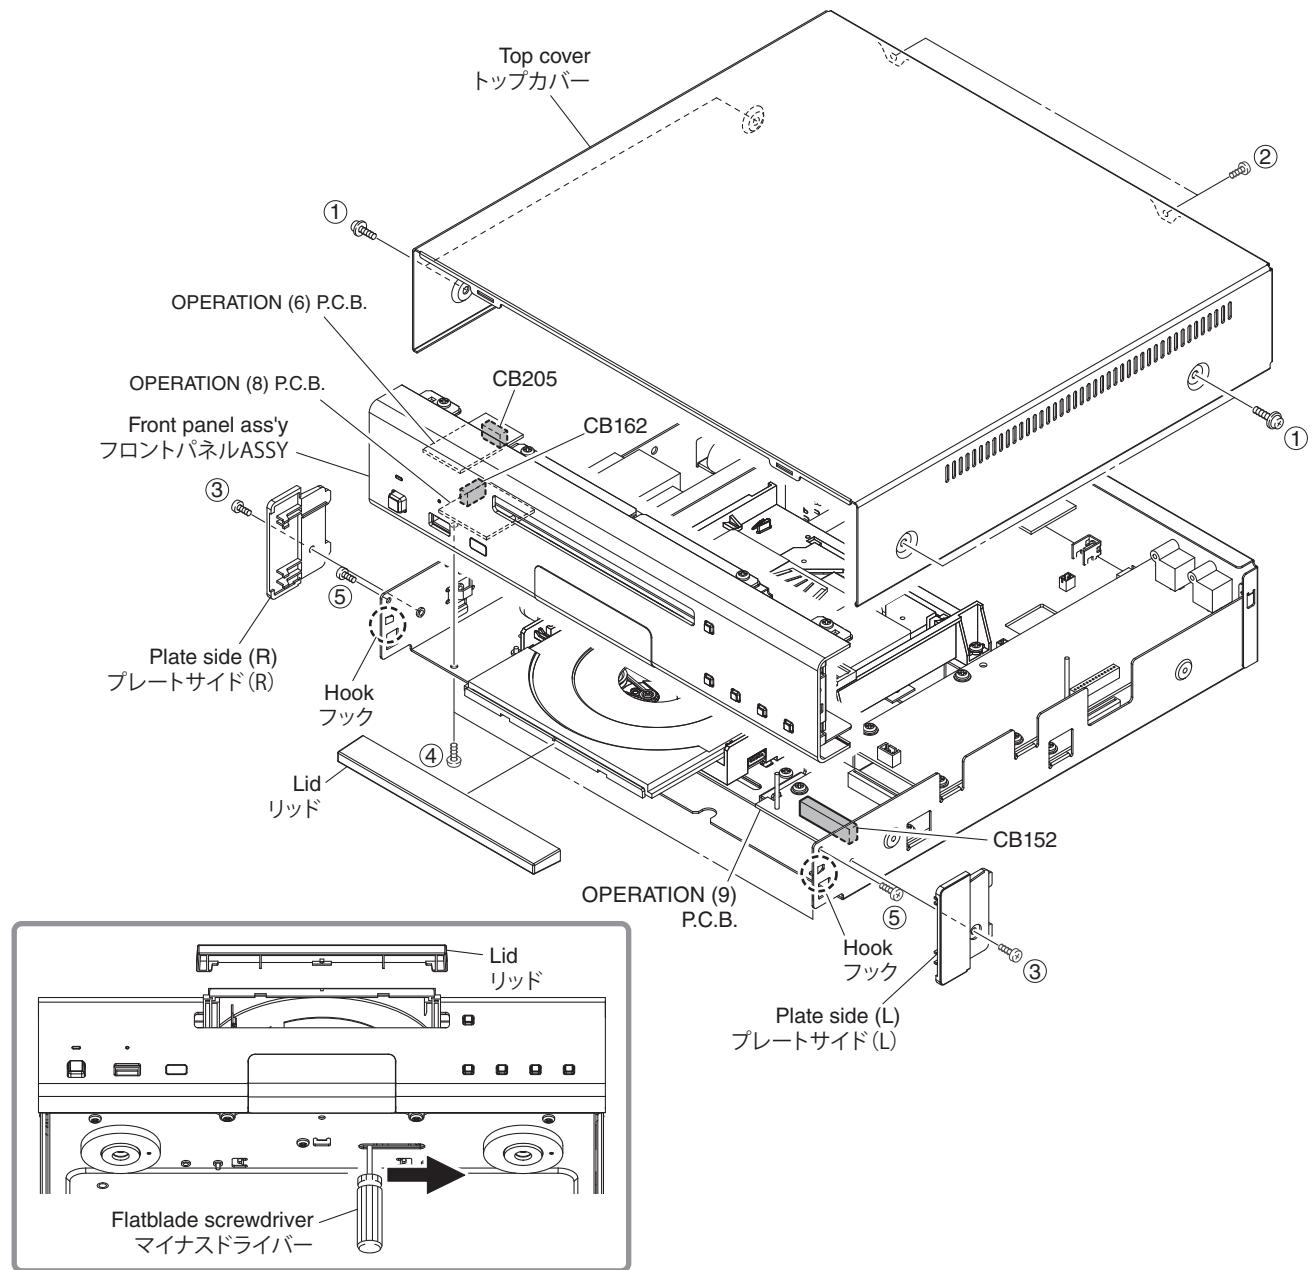
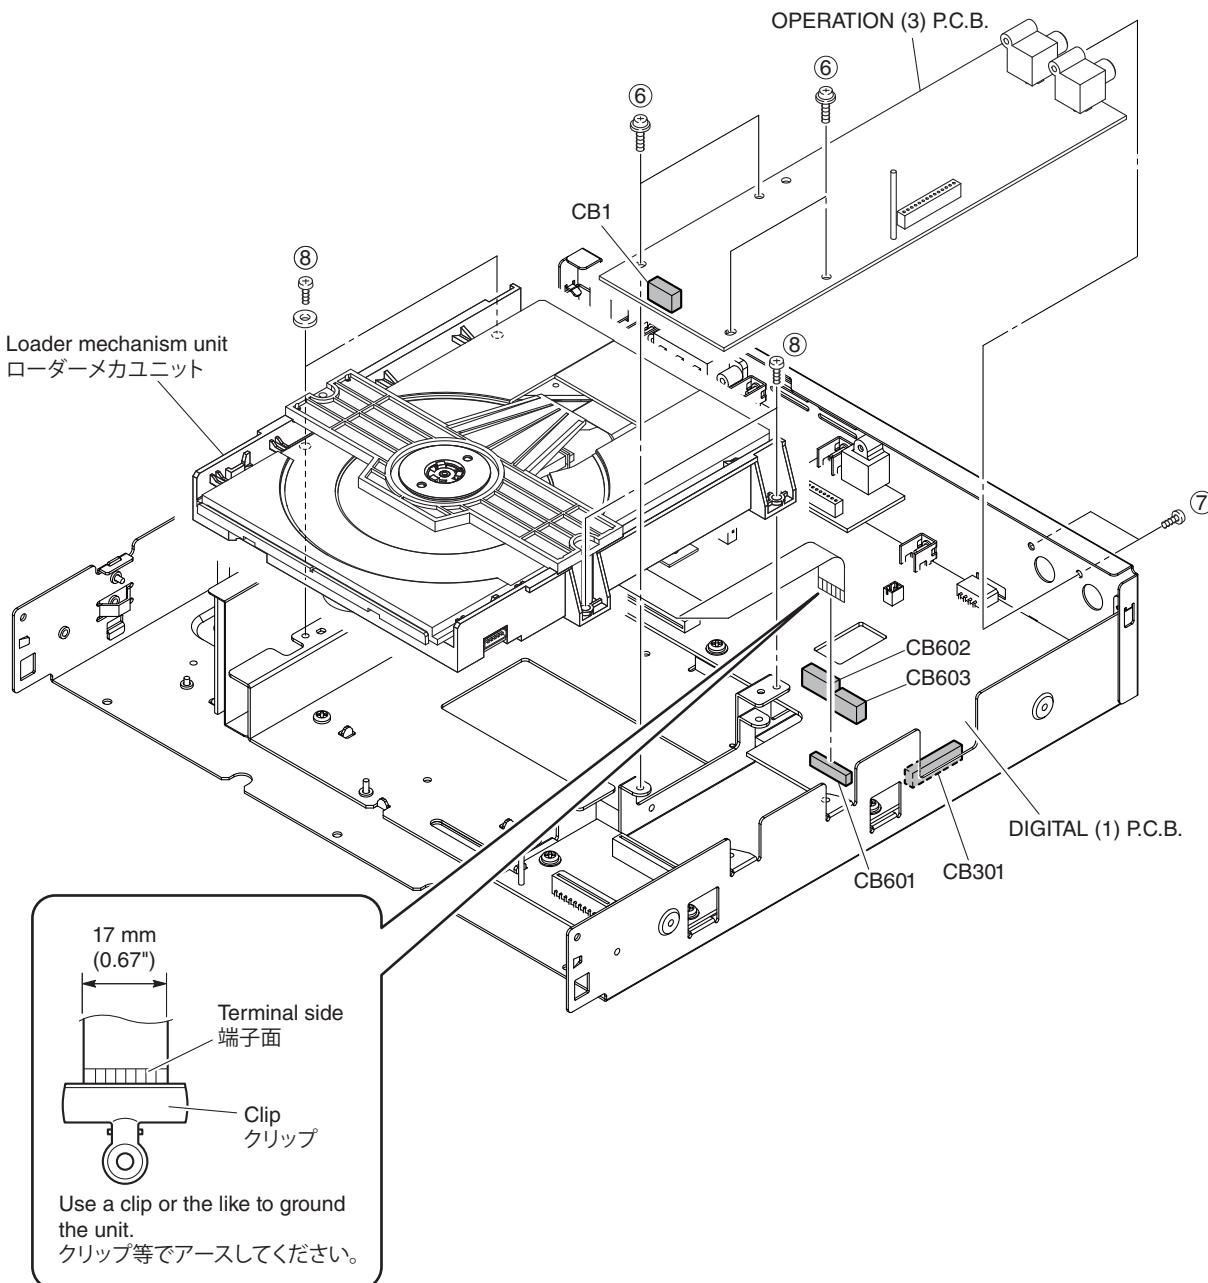

Fig. 1
Fig. 2
- Remove 4 screws (①) and 2 screws (②). (Fig. 1)
- Remove the top cover. (Fig. 1)
- ①のネジ 4 本、②のネジ 2 本を外します。 (Fig. 1)
- トップカバーを取り外します。 (Fig. 1)
- Open the disc tray, remove the lid and close the disc tray. (Fig. 1)
- Remove 2 screws (③) and then remove the plate side (L and R). (Fig. 1)
- Remove 2 screws (④) and 2 screws (⑤). (Fig. 1)
- Remove CB152, CB162 and CB205. (Fig. 1)
- Release 2 hooks and then remove the front panel ass'y. (Fig. 1)
- ディスクトレイを開けてリッドを取り外し、ディスクトレイを閉じます。 (Fig. 1)
- ③のネジ 2 本を外し、プレートサイド (L, R) を取り外します。 (Fig. 1)
- ④のネジ 2 本、⑤のネジ 2 本を外します。 (Fig. 1)
- CB152, CB162, CB205 を外します。 (Fig. 1)
- フック 2箇所を外し、フロントパネル ASSY を取り外します。 (Fig. 1)
3. Removal of OPERATION (3) P.C.B.
- Remove 4 screws (⑥) and 2 screws (⑦). (Fig. 2)
- Remove CB1. (Fig. 2)
- Pull up the OPERATION (3) P.C.B.. (Fig. 2)
- Remove CB301. (Fig. 2)
- Remove 4 screws (⑧). (Fig. 2)
- Remove CB602 and CB603. (Fig. 2)
- Remove CB601 and ground the terminal face of the flexible flat cable with a clip or the like. (Fig. 2)
- Remove the loader mechanism unit. (Fig. 2)
2. OPERATION (3) P.C.B. の外し方
- ⑥のネジ 4 本、⑦のネジ 2 本を外します。 (Fig. 2)
- CB1 を外します。 (Fig. 2)
- OPERATION (3) P.C.B.を持ち上げます。 (Fig. 2)
- CB301 を外します。 (Fig. 2)
- ⑧のネジ 4 本を外します。 (Fig. 2)
- CB602、CB603 を外します。 (Fig. 2)